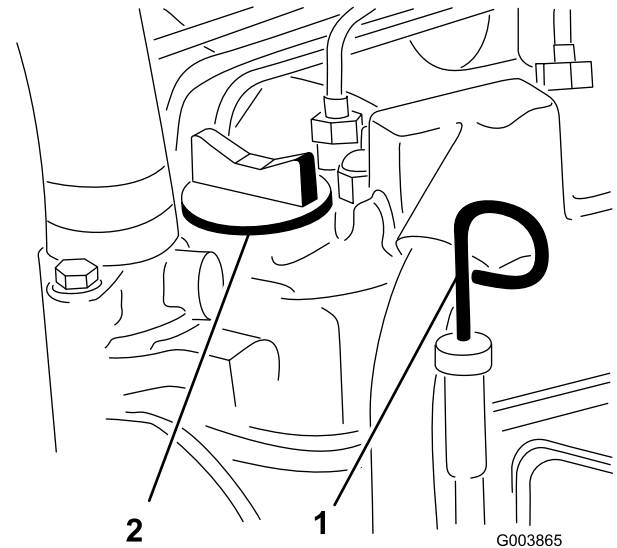
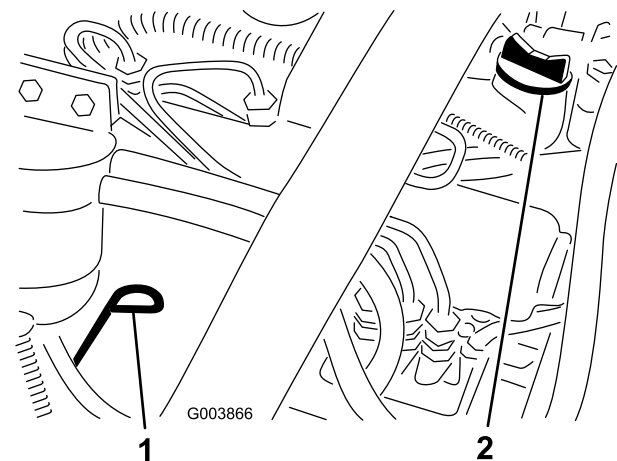

Bild 23
Bild 24
3. Nehmen Sie den Peilstab heraus und wischen Sie ihn ab. Stecken Sie ihn dann ein (Reelmaster 5200 - Bild 23, Reelmaster 5400 - Bild 24).